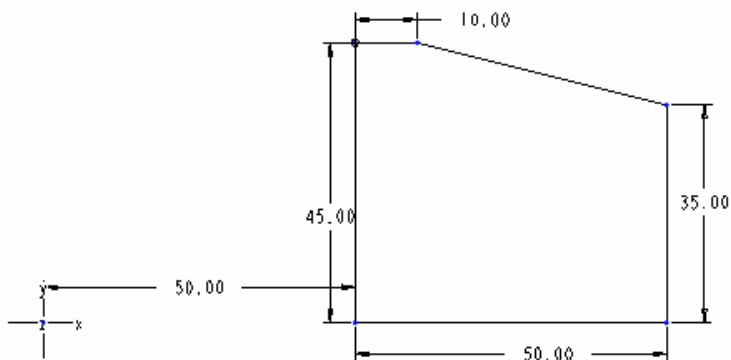

图 8-6
(2) 在信息区提示的文本栏中, 单击【是】按钮, 以绘制第 3 个截面。
(3) 依次在信息区显示的文本栏中输入“30”、“0”、“15”, 作为第 3 个截面绕相对坐标系的 X、Y、Z 轴三方向旋转的角度。
(4) 建立相对坐标系并绘制第 3 个截面, 如图 8-6 所示。